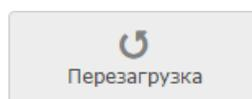

Рисунок 10.67 — Кнопка **Перезагрузка**
2. В списке устройств сети выберите требуемое устройство(а), нажмите на кнопку **Перезагрузка** (рисунок 10.67).